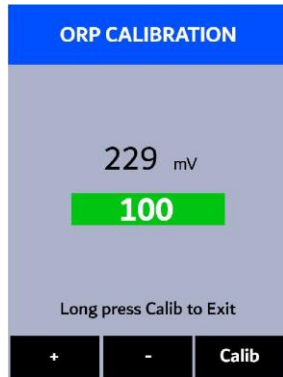

Figura 29.
6. Utilice **+** (**<**) y **-** (**>**) para ajustar el valor de ORP para que coincida con el estándar de ORP utilizado (Figura 29).